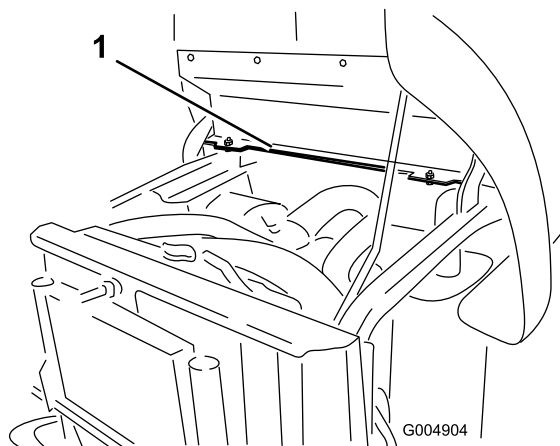

Figure 14
8. Localisez les 2 trous de montage sur le côté gauche du support de cadre arrière (Figure 14).